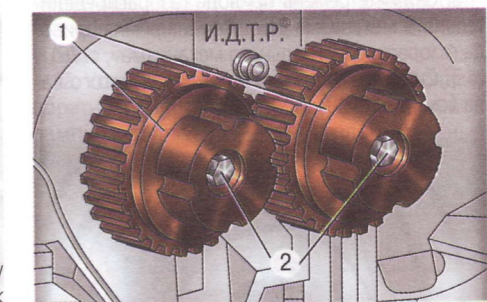

Рис. 5.10. Крепление механизмов VCT: 1 - механизмы VCT; 2 - болты
5. Удерживая распределительные валы от проворачивания ключом за шестигранные секции на валах, выверните болты 2 (рис. 5.10) крепления механизмов VCT и снимите механизмы VCT с распределительных валов.